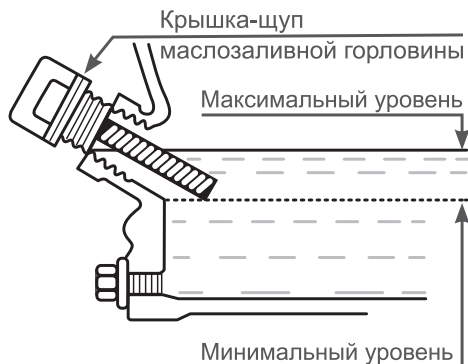

Рис. 9 Проверка уровня масла в картере
Максимальный уровень масла в картере соответствует нижней кромке заливного отверстия (Рис. 9).
масло до верхней отметки на щупе, что соответствует нижней кромке заливного отверстия (Рис. 9).
3. Залейте бензин в топливный бак при помощи специальной емкости или воронки до уровня, показанного на Рис. 9.